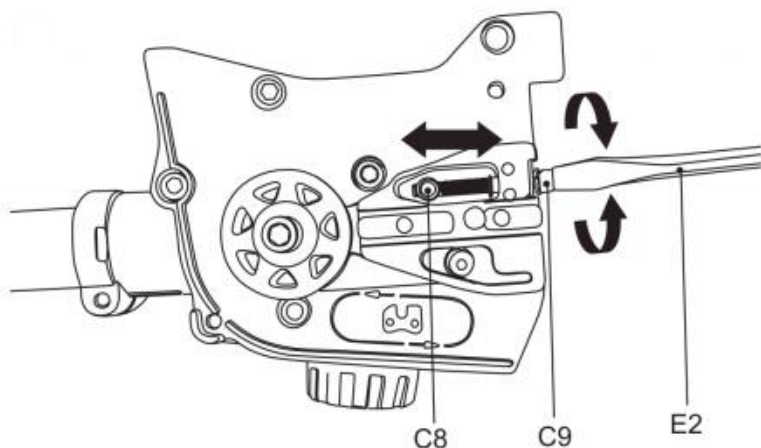

Fig. 9
5) Gebruik het schroevendraaiertje van het multistool (E2) om de kettingspanner (C9) tegen de klok in te draaien. De spanner (C8) beweegt dan naar links. Als de kettingspanner (C9) met de klok mee wordt gedraaid, beweegt de spanner (C8) naar rechts. (Afb. 9)